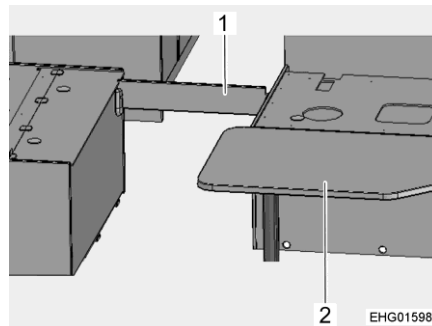

Fig. 107 Durante la transformación
- Transformar la mesa (Fig. 107,2) en base de cama (véase apartado 7.6).
- Fijar las planchas de soporte (Fig. 107,1).